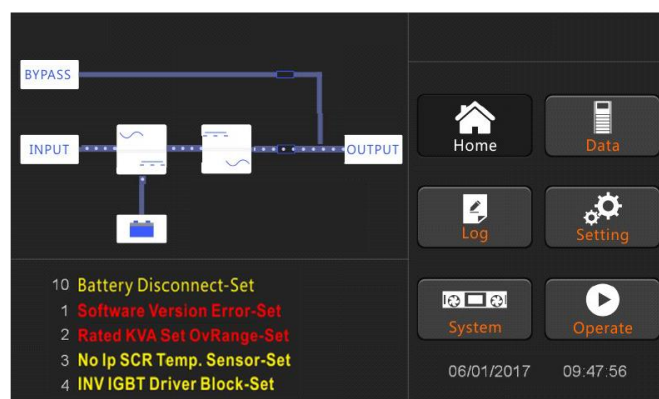

Рисунок 52. Интерфейс работы ИБП в штатном режиме
8. Включите батарейный автоматический выключатель, индикатор батареи начнет мигать, а затем ИБП начнет заряжать. ИБП работает в обычном режиме (Рисунок 52).